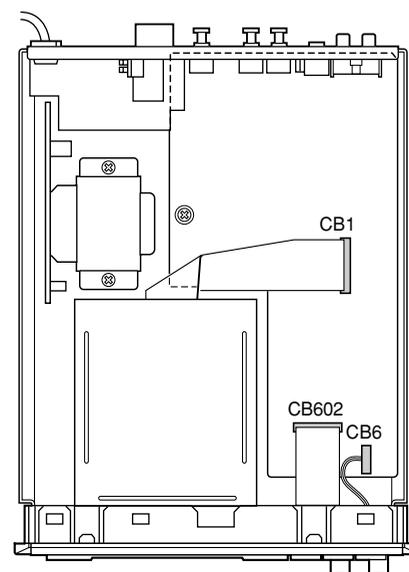

Fig. 2
a. Remove 2 connectors (CB6, CB602) in Fig. 2.
a. コネクターを2ヶ所 (CB6, CB602)を外します。(Fig. 2)
a. Remove 1 connector (CB1) in Fig. 2.
a. コネクターを1ヶ所 (CB1)を外します。(Fig. 2)